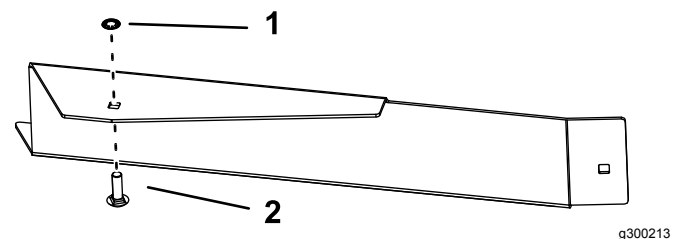

Figura 17
4. Instale el perno de cuello cuadrado y la tuerca rápida en el deflector delantero, tal y como se muestra en la Figura 17.